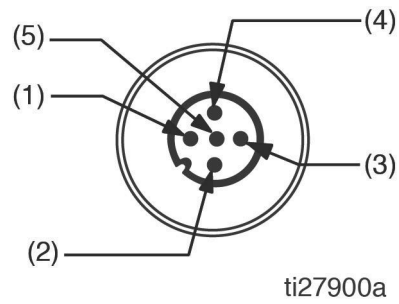

FIG. 14
N.º de pieza 124595: conector Eurofast macho de 5 clavijas que se puede cablear in situ (FIG. 14)